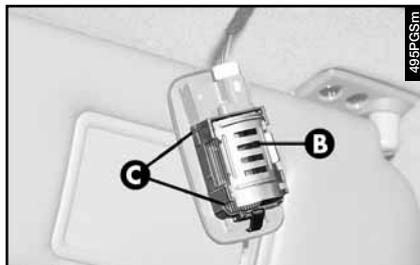

fig. 74
– Enlever l'écran (**B-fig. 74**) en dégageant les ailettes (**C-fig. 74**).
– Remonter l'écran (**B-fig. 74**) en le plaçant correctement entre les ailettes (**C-fig. 74**).